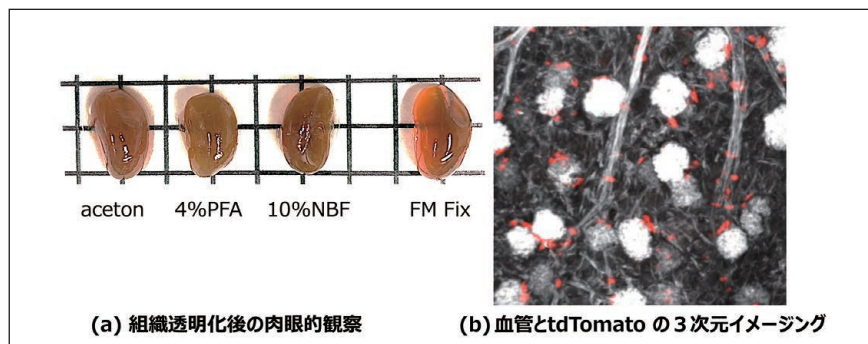

図4. FM Fixの組織透明化との相性の良さ
透明化処理を行った。肉眼的観察において、FM Fixは、PFA、ホルマリン、アセトンより良好な組織透明化を達成した (図4 a)。さらに、FM Fixは構造保持性・蛍光保持性・抗原保持性に優れていることから、Optical clearing後の構造観察、レポーター蛋白観察、抗体染色においても優位性を示すことが期待される。実際に我々は、FM Fix (L) により腎臓を固定し、SeeDB2による透明化から血管の連続性の明瞭な描出とレポーター蛋白tdTomatoによる血管周囲細胞の血管との明瞭な位置関係を同時に検出することに成功した (図4 b)。